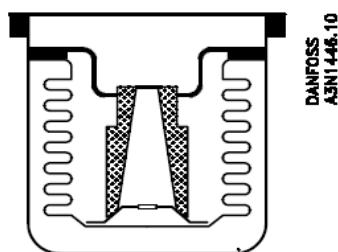

Рис. 3
3. Сенсор в герметично закрытом терmostатическом элементе (Рис. 3);